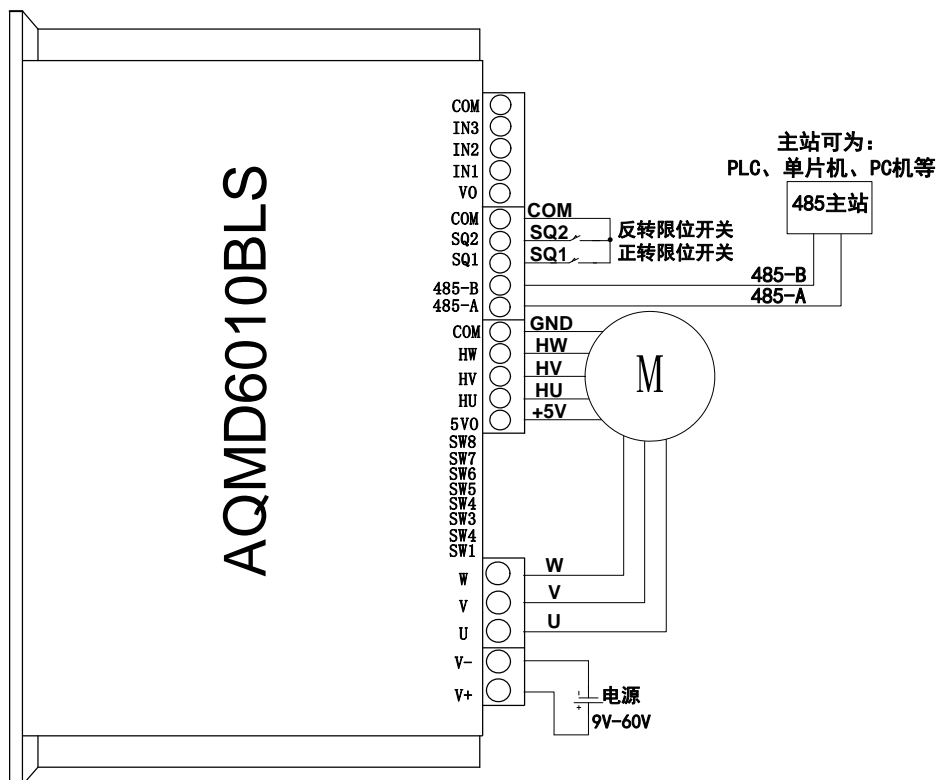

图 3.6 485 通讯电源及电机接线图
- 3) 将电源的正负极分别接到驱动器电源接口的V+和V-，485 主站与驱动器的 485 接口按照A-A、B-B的方式连接（为了信号更稳定，可将驱动器的COM与主站的信号地相连），如图 3.6 所示，接通电源（注意：电源的电压应与电机的额定电压一致，且能够提供的电流大于电机的额定电流）。